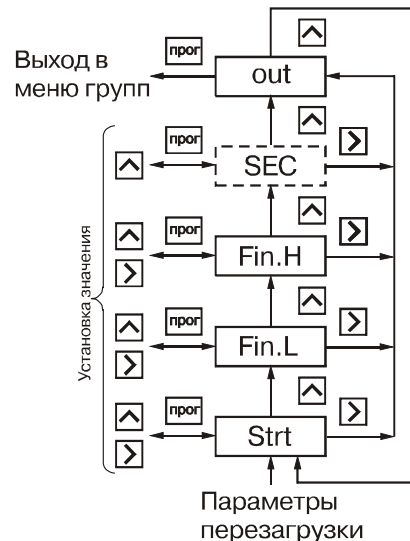

Рис. 24
6.1.7. Группа "GrouP_b" (рис. 24) содержит параметры **Fin.L**, **Fin.H**, задающие границы счета и значение **Strt** загружаемое в счетчик импульсов при достижении этих границ. Положение десятичной точки в этих параметрах определяется её положением в параметре **F**. Установите нужное значение параметров **Fin.L**, **Fin.H** и **Strt**.